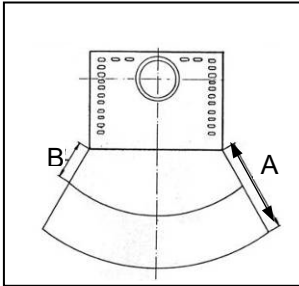

Bild 5
Im Sichtbereich (Strahlungsbereich) des Feuers muss zu brennbaren Bauteilen, Möbel oder auch z.B. zu Dekostoffen ein Abstand nach vorne von mindestens **90 cm** (A), gemessen ab Vorderkante Feuerraumöffnung eingehalten werden. Der Sicherheitsabstand reduziert sich auf **45 cm** (B), wenn ein belüfteter Strahlungsschutz vor das zu schützende Bauteil montiert wird (Bild 5)